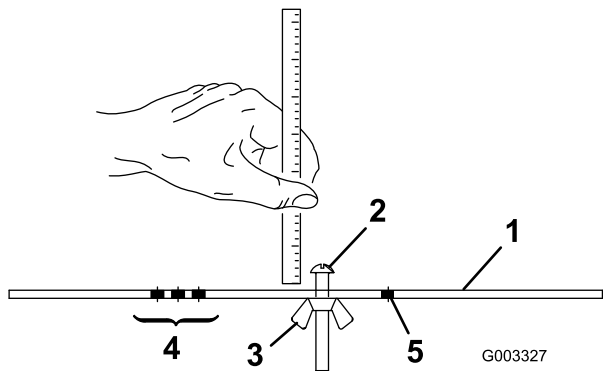

Figura 22
- 2. Desaperte a porca da barra indicadora (Figura 22) e regule o parafuso de ajuste para a altura de corte desejada. A altura de corte corresponde à distância entre a parte inferior da cabeça do parafuso e a superfície da barra.